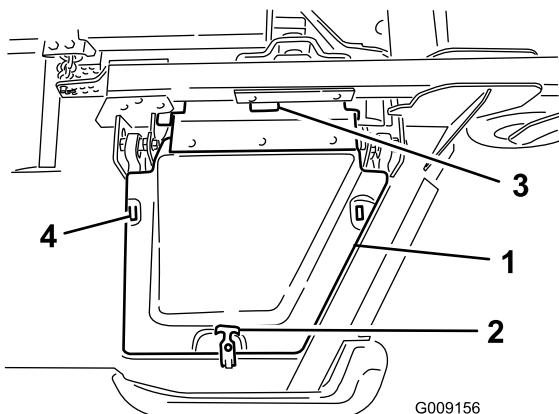

Figura 6
- Instale la cubierta del ala y sujétela con el cierre de goma (Figura 6).